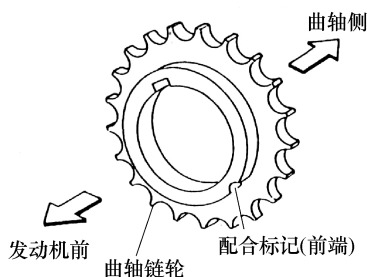

图 3-113 确认曲轴链轮配合标记
• 确认曲轴链轮的配合标记面向发动机前方，如图 3-113 所示。